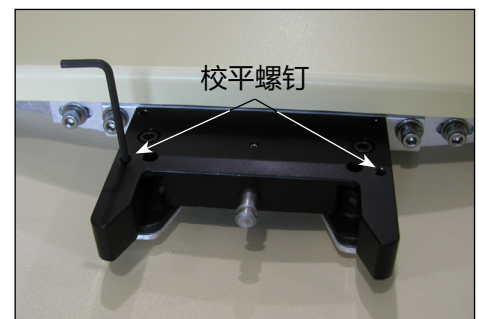

图 14
- b. 然后使用 $\frac{1}{8}$ " 艾伦扳手同等上下调整两个校平螺钉, 以改变倾斜度, 直至与定位销和 CT 床板保持水平。轻轻重新拧紧 (2) 安装块螺钉 (请勿过度拧紧) (返回步骤 3) (图 14)。